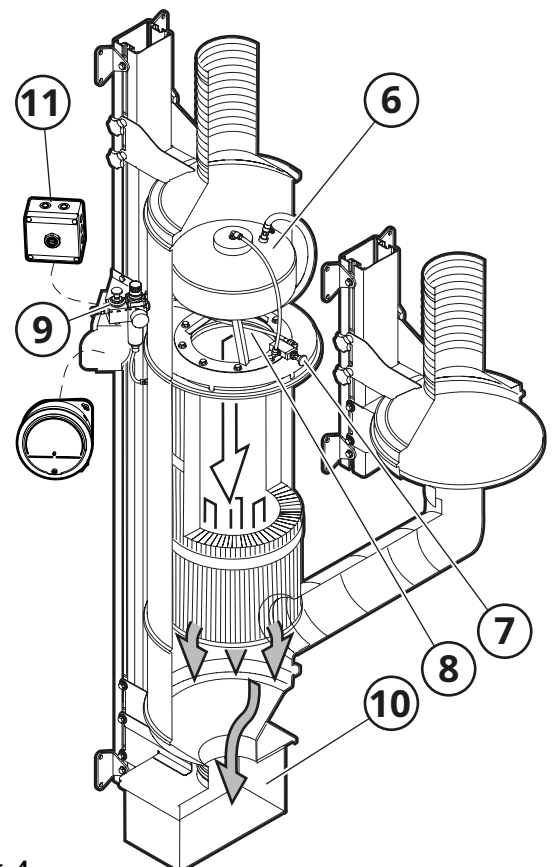

Fig. 4
La limpieza se lleva a cabo (6, **Fig. 4**) pulsando manualmente el botón de limpieza con aire comprimido (7) de forma que un impulso de aire comprimido limpie las impurezas del filtro. El impulso de aire comprimido proviene de la boquilla de soplado (8). La fuerza del impulso se ajusta en el regulador de aire comprimido (9).
Una alarma acústica (11, **Fig. 4**) indica cuándo el flujo de aire es inferior a 600 m³/h, lo que indica que la capacidad de aspiración de la máquina es insuficiente.